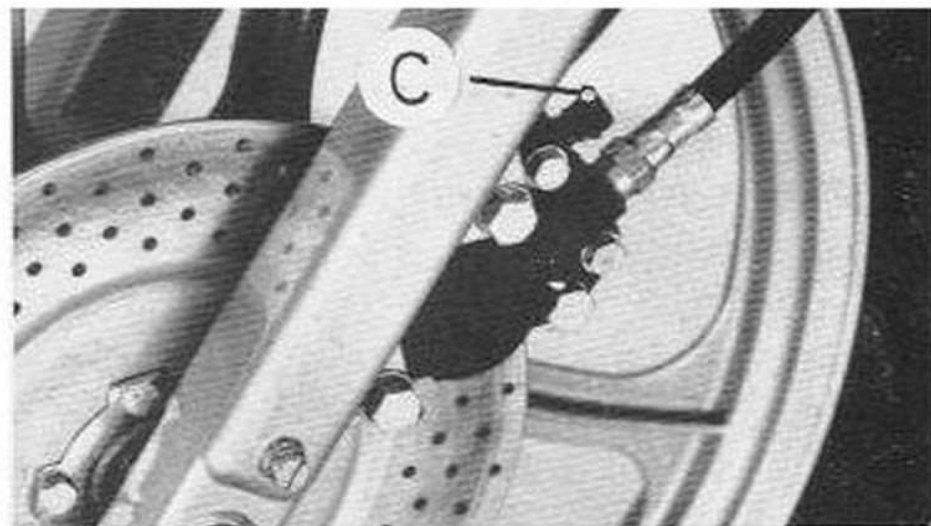

Fig. 18
- Togliere il cappuccio "C" (Fig. 18) ed allentare leggermente la valvola di sfiato sottostante.